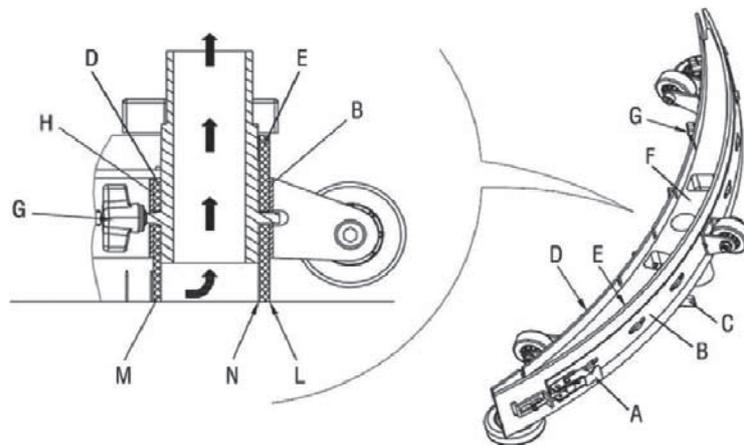

Fig. 4
- ▶ Limpiar la boquilla (4) como indicado en el párrafo antecedente.
- ▶ Comprobar si el borde (M, fig. 4) de la boquilla de aspiración delantera (D) y el borde (N) de la boquilla de aspiración trasera (E) muestra en toda su longitud la misma altura; si fuera preciso, ajustar la altura como sigue:
- Abrir el bloqueo (A) y ajustar la boquilla de aspiración trasera (E); cerrar bloqueo.
- Soltar el mango (G) y ajustar la boquilla de aspiración delantera (D); apretar el mango (G).
- ▶ Controlar que los cauchos delantero (C) y trasero (E) estén en buenas condiciones, que no estén cortados o desgarrados; de lo contrario, sustituirlos como indicado a continuación. Comprobar si está desgastado el borde delantero (N) de la boquilla de aspiración trasera (D); si fuera necesario, dar la vuelta a la boquilla de aspiración. Si el otro borde está desgastado, sustituir el caucho, mediante el procedimiento siguiente:
- Soltar el mango (G) y las fijaciones (H), y girar o sustituir la boquilla de aspiración (D). Montar los componentes en el orden contrario al del desmontaje.
- Deshacer el bloqueo (A) y retirar la cinta de sujeción (B), y proceder después a sustituir la boquilla de aspiración trasera (E). Montar los componentes en el orden contrario al del desmontaje.
- ▶ Conectar la manguera de aspiración (7) a la tobera de aspiración (9).
- ▶ Montar la tobera de aspiración (9) y apretar los mangos (C).